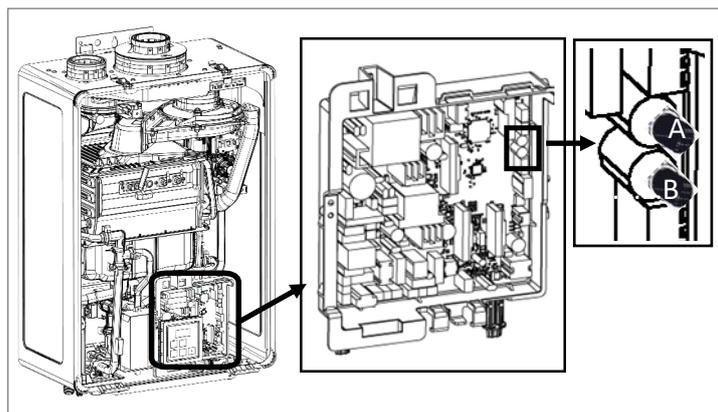

Figure 79
9. Repérer la carte de circuit imprimé, dans la partie inférieure de l'appareil (figure 79).